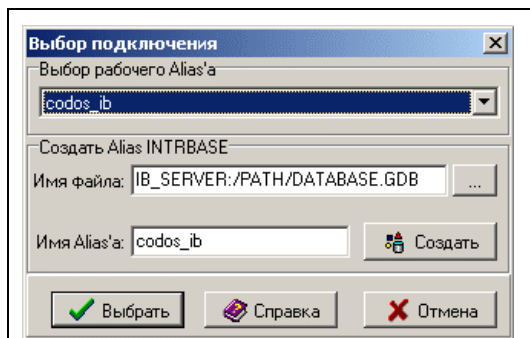
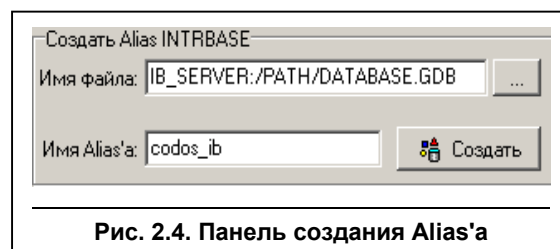

Рис. 2.1. Окно «Выбор подключения»
Рис. 2.4. Панель создания Alias'a
После запуска программы «Конфигуратор» открывается окно **«Выбор подключения»** (рис. 2.1).
1. В панели «Создать Alias FIREBIRD» окна «Выбор подключения» (Рис. 2.1), нажмите экранную кнопку «...» (рис.2.4).